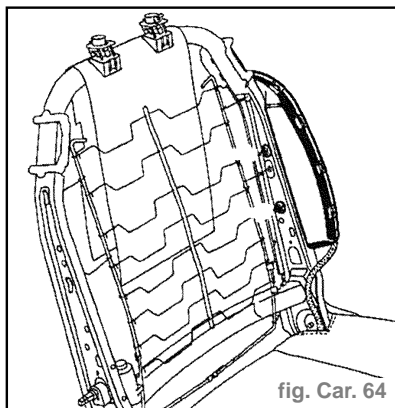

fig. Car. 64
- Déposer le coussin airbag (deux écrous). (fig. Car. 64)